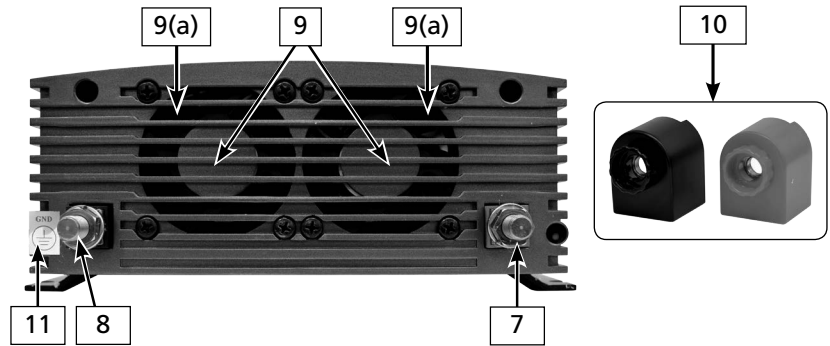

Fig 3.2.2 Arrière de l'unité
- b) **SSW-1000-12A, SSW-1500-12A et SSW-2000-12A** : Goujon et écrou - taille M9 (7, 8 fig 3.2.2). Accepte cosses de timon / l'anneau pour M9 ou taille du goujon de 3/8"
Le côté de l'onduleur du câble d'entrée CC doit être résilié avec un anneau/timon type de cosse à monter M9 ou 3/8" size de goujon sur la cosse d'entrée CC (7, 8 fig 3.2.2). La cosse peuvent être sertis / soudées.
2. S'assurer que les cosses positive et négative nue de SSW-1000/1500/2000 (figure 3.2.2) sont protégés à l'aide de couvercles en plastique avec écrous à ailettes (10, Fig. 3.2).